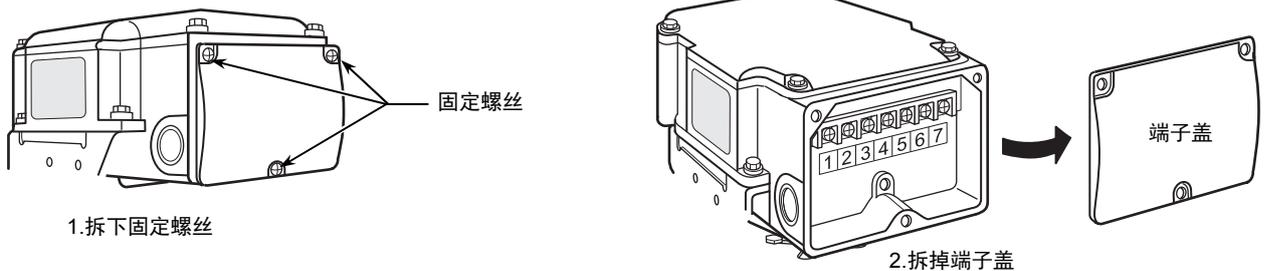

图 6 拆卸端子盖
(2)拆下端子盖上的3颗固定螺丝(M4×10),并拆掉端子盖(参照图6)。